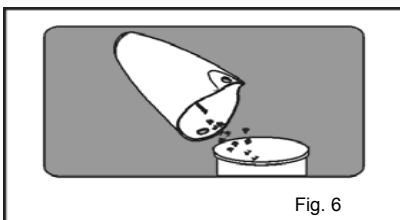

Fig. 6
2. Videz la poussière de la coupelle. (Fig. 6)